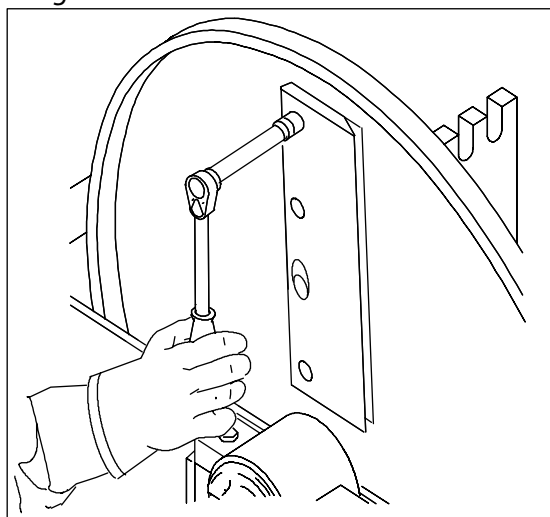

Fig. 12. Retrait des boulons de fixation des couteaux
- Retirer les boulons de fixation des couteaux (M10). Tourner la clé à écrous en faisant attention à ce que les mains ne puissent heurter le couteau dans le cas où la clé glisserait. Fig. 12.